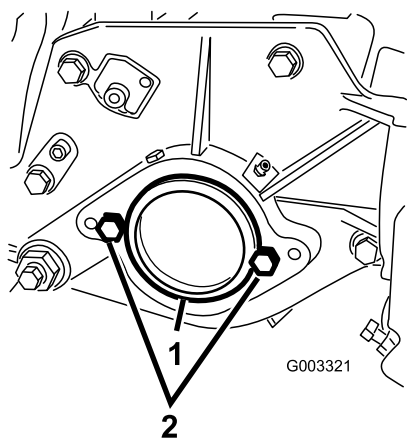

Figura 7
2. Na extremidade direita da unidade de corte, retire o tampão de plástico da caixa de rolamentos (Figura 7).
3. Retire os 2 parafusos da placa do lado direito (Figura 7).
5. Instale os 2 parafusos de montagem do motor do cilindro na placa do lado esquerdo da unidade de corte (Figura 7).